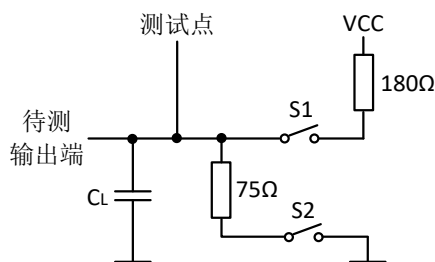

图 1 开关特性测试电路
2. 测试电路如图 1, 其中 C_L 包括了探针和插座的寄生电容; 输入信号由波形发生器提供, 且输入信号应当满足: $PRR \leq 1MHz$, $Z_o \approx 50\Omega$, $t_r \leq 15ns$, $t_f \leq 6ns$; 每个使能端都是单独测试的。